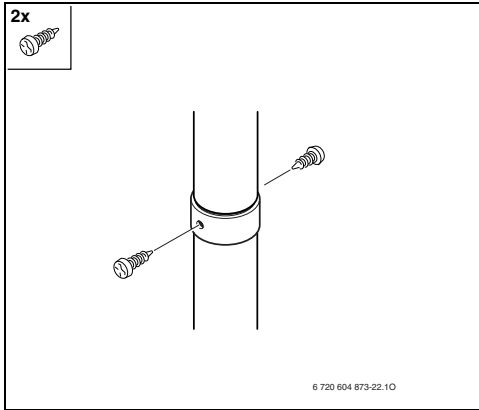

Fig. 34
► Fijar la unión con los tornillos suministrados (Fig. 34 ).